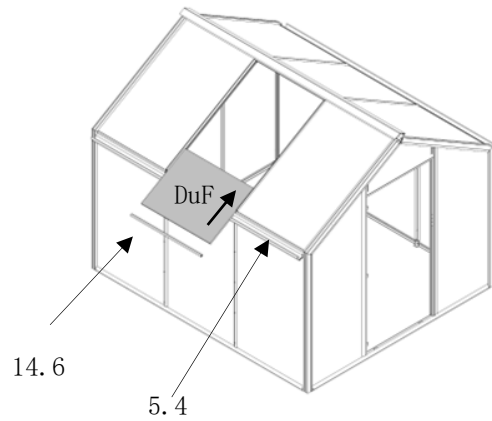

Abb. 95
- dann zusammen mit der Dachverglasung (Pos. DuF) hochgeschoben, (Abb. 95/96)